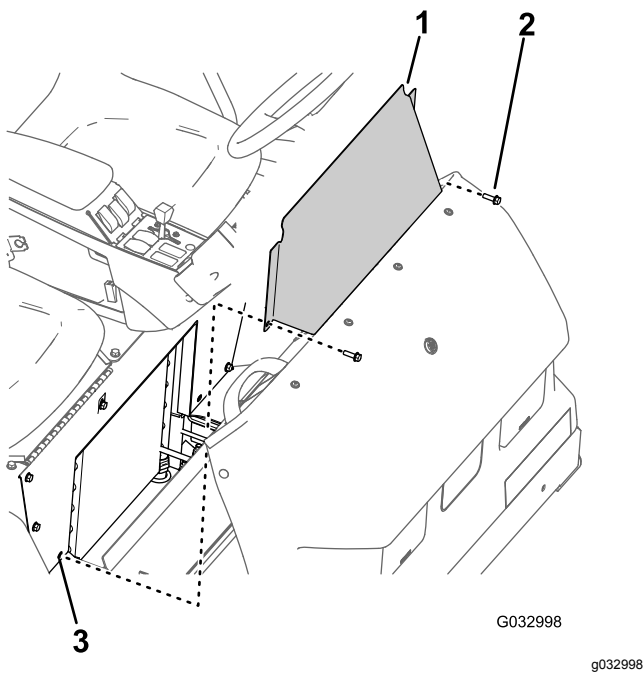

图 61
1. 拆下将座椅底座检修门固定至座椅底座的 2 个凸缘头螺栓 图 61。
2. 从机器上卸下座椅底座检修门图 61。
1. 将座椅底座检修门上的孔与座椅底座上的孔对齐图 61。
2. 使用卸下座椅底座检修门(页码 40)的步骤 1 中拆下的 2 个凸缘头螺栓图 61 将座椅底座检修门组装到座椅底座上。